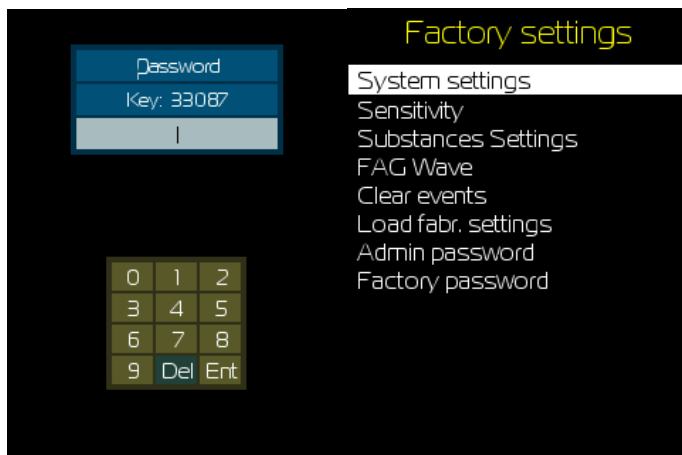

Figura 16. Setările sistemului sunt protejate cu o parolă
**Setările sistemului**–acest element de meniu arată setările de sistem ale dispozitivului, protejate de o parolă împotriva modificărilor neautorizate (Figura 16). Accesul utilizatorului la meniul de setări serviciu este restricţionat. Nu este recomandată modificarea valorilor parametrilor fără avizul direct al serviciului.